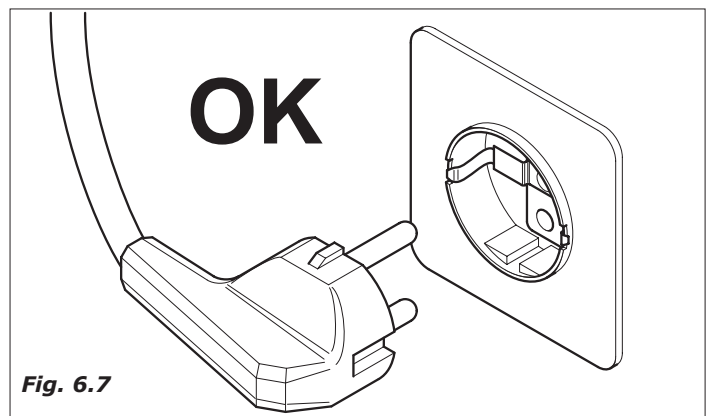

Fig. 6.7
- O distribuidor é equipado de cabo de alimentação H05VV-F 3x1,5mm2, com tomada SCHUKO (Fig.6.7).